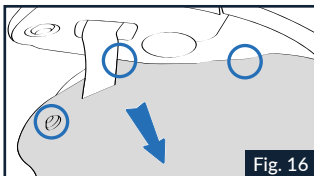

Fig. 16
1.2 Tirare la parte anteriore del guancialetto sinistro verso l'interno del casco per sganciarne i tre bottoni posti sul suo retro (Fig. 16).
6.2 Inserire il sottogola nell'apposito passaggio dell'imbottitura del guanciale e premere in corrispondenza dei bottoni posteriori di fissaggio posti sul suo retro per agganciarli alle relative sedi sul guanciale in polistirolo (Fig.16).